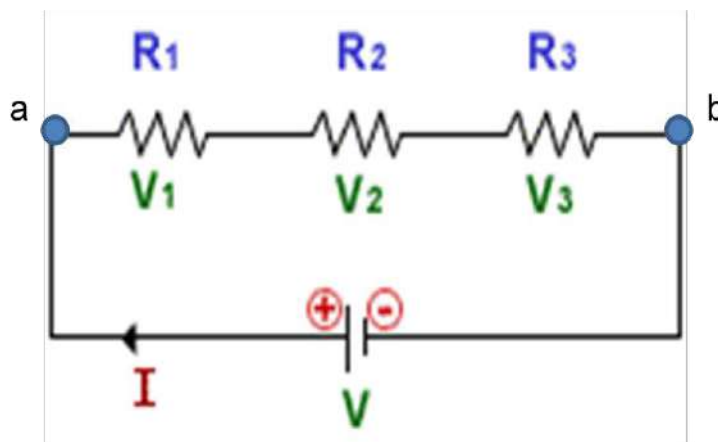

Figura 5.7. Circuito resistivo en serie
- a) Arma el circuito mostrado en la figura 5.7